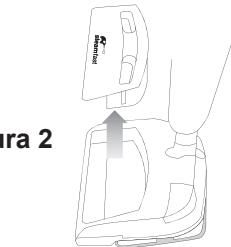

Figura 2
- Para quitar el recipiente para polvo de la unidad, sostenga las dos áreas embutidas y jale hacia arriba (Figura 2).